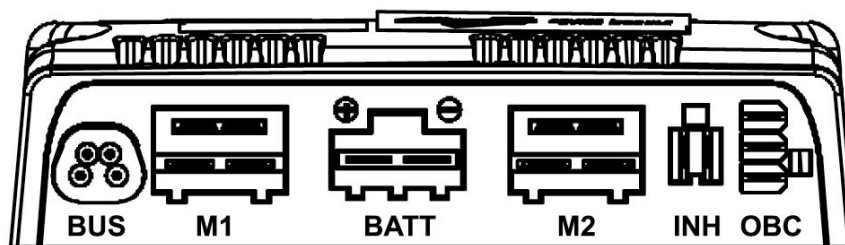

Abbildung 120. Kabelanschlüsse der Endstufe (R-Net PM 120)
2. Die Elektroanschlüsse wieder an die Endstufe anschließen. Siehe Abbildung. 120.